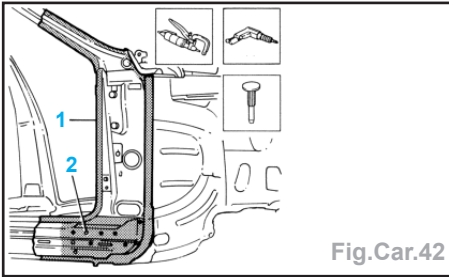

Fig.Car.42
- A l'aide d'une perceuse, faire sauter les points de soudure (2).
- Faire sauter les points précédemment fraisés au burin et au marteau (3).
- Appliquer l'apprêt électro-soudable (1) (Fig.Car.42).